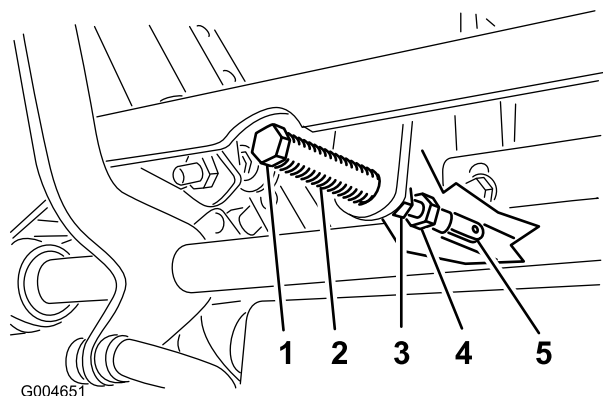

**Figura 50**
4. Mettete la leva di controllo in posizione di FOLLE **senza bloccarla** (Figura 50).
6. Controllate dove la leva di controllo corrisponde alla tacca nella console (Figura 50).